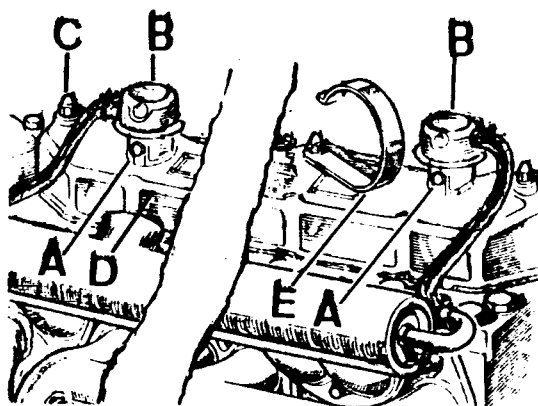

Fig. A3-43 Desmontaje de la tapa de balancines
- 1.3. Desmontar los tornillos, A (Fig. A3-43) que fijan los dos filtros de ventilación del motor, B, y apartar dichos filtros.
3.1. Aplicar una capa de grasa en ambos lados de la junta de la tapa de balancines, situarla sobre la culata y montar la tapa, D (Fig. A3-43). Centrar la junta y fijar dicha tapa con sus tuercas, C, y arandelas de aluminio para evitar rezumes de aceite. Continuar el montaje invirtiendo del punto 1.4 al 1.1.